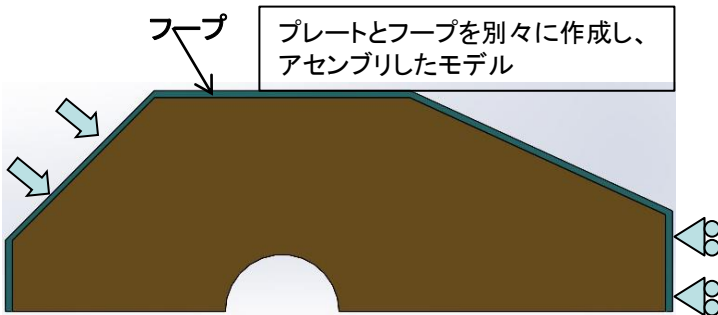

図2 解析用の中プレート
- ・モデルは、対称性を利用して、厚み方向に2分割、スライディング方向に垂直に2分割の1/4モデル(図2)。
- ・解析条件: 図2のように、長手方向の端面を拘束し、逆側のテーパ面に垂直の荷重を負荷。